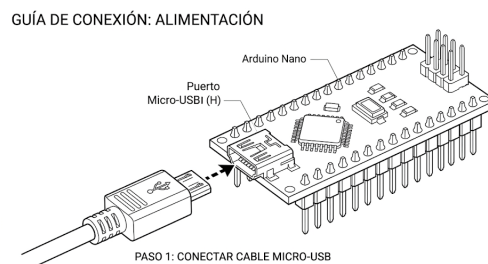

Figura 4: Conexión para la alimentación.
2. **Calibración:** al encenderse, el sistema verifica la posición actual y enciende el LED correspondiente. (Ver figura 4)